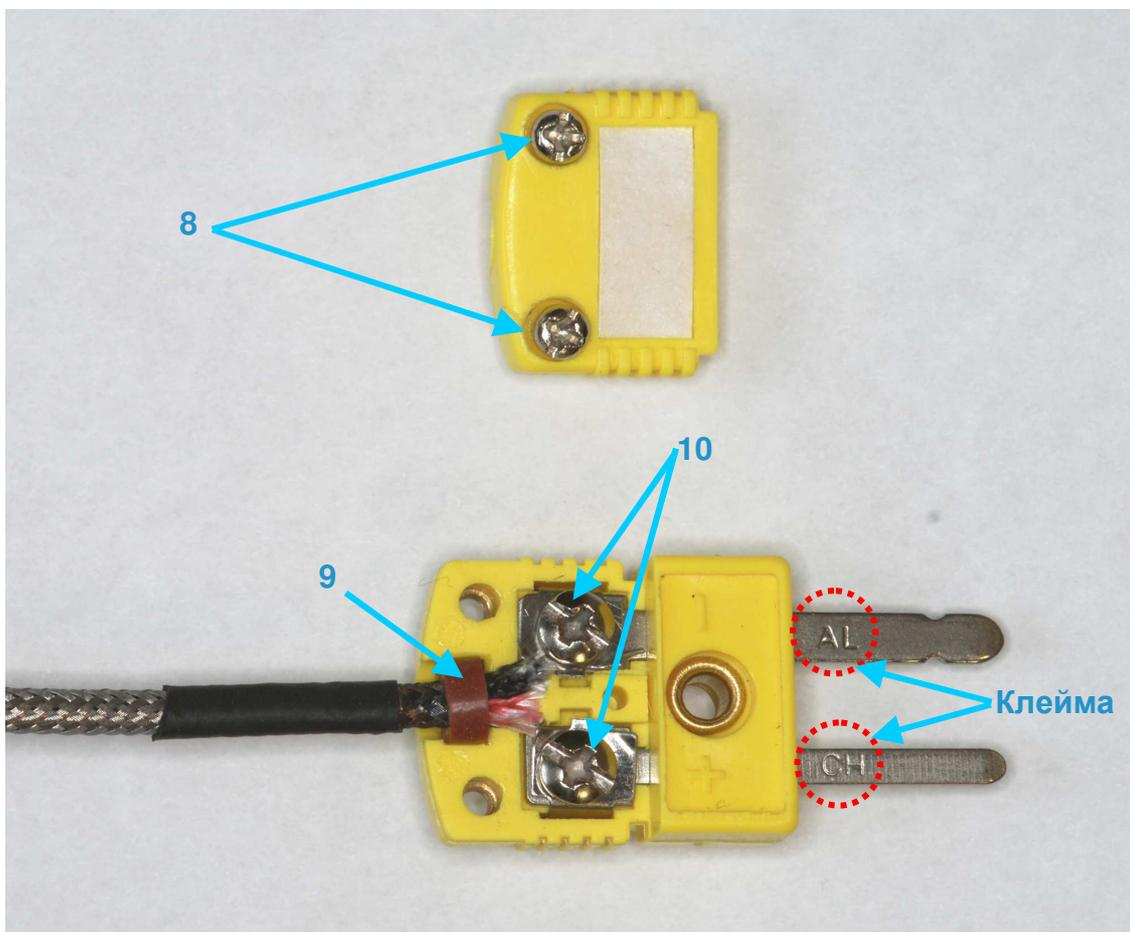

Рис. 5.4 – Подключение проводов зонда к вилке «Омега»
6. Выкрутите частично два винта контактных зажимов **10**, расположенные на вилке **6**, уложите уплотнительное кольцо **9** в паз вилки «Омега». Затем с помощью пинцета просуньте зачищенные концы проводов под прижимные шайбы, соблюдая маркировку: красный провод подключается к зажиму «+» (клеймо «СН» на штыре), чёрный провод подключается к зажиму «-» (клеймо «AL» на штыре) (см. Рис. 5.4). При необходимости используйте магнит для различения проводов термопары (провод, подключаемый к зажиму «+» (клеймо «СН»)) должен магнититься. Затяните винты **10** с помощью отвёртки.